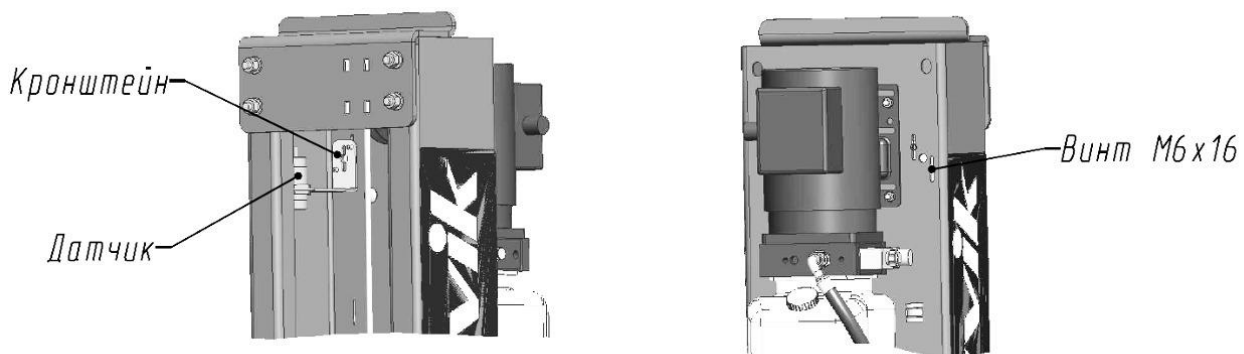

Рисунок 6.5 - Установка датчика верхнего положения каретки
6.11 Установка и настройка систем автоматического отключения привода насосной станции. (см. Рисунок 6.5)
6.11.1 Система автоматического отключения привода насосной станции срабатывает при достижении каретки крайнего верхнего положения (~ 1750 мм от основания стойки). Датчик верхнего положения кареток с кронштейном снимается при упаковке и поэтому его следует заново установить на верху правой стойки. Винты М6х16 (см. Рисунок 6.5) необходимо располагать в пазах стойки в среднем положении.